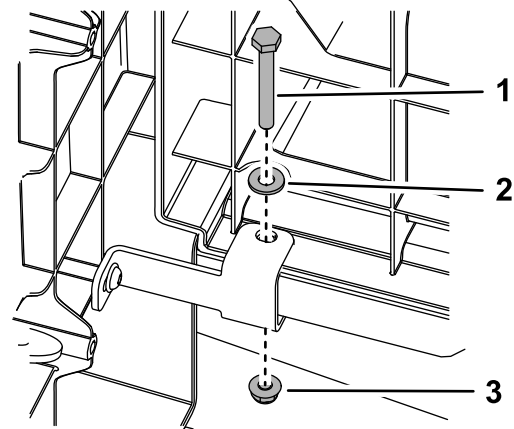

Figura 4
4. Retire e guarde o parafuso, anilha e porca que prendem o painel da base do banco traseiro à placa do piso nos lados esquerdo e direito da máquina (Figura 4).